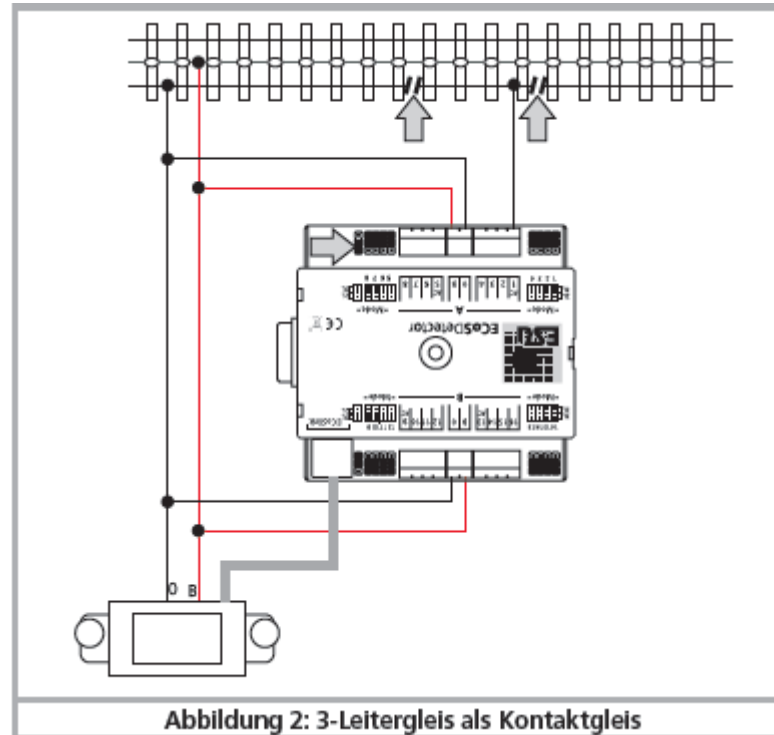

Figura 2 : vía de contacto con sistema de 3-carriles.
La figura 2 muestra la conexión de un sistema de 3-carriles realizado con una vía de contacto.
- Conecte las entradas “0” y “B” del ECoSDetector a las salidas correspondientes de corriente digital. En el ejemplo, la figura 2, los dos grupos de bornes “A” y “B” son cada uno abastecidos por la misma fuente de corriente digital. Por lo tanto, los terminales “0” y “B” situados a ambos lados del ECoSDetector deben conectarse los unos con los otros. Si para el grupo “B” (entradas 9 a 16) se utiliza una alimentación de un ECoSBoost distinto, entonces la conexión debe efectuarse tal como se describe en el capítulo 6.4.